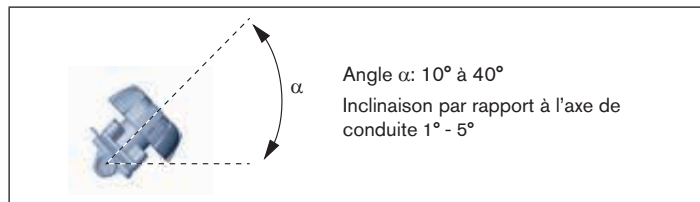
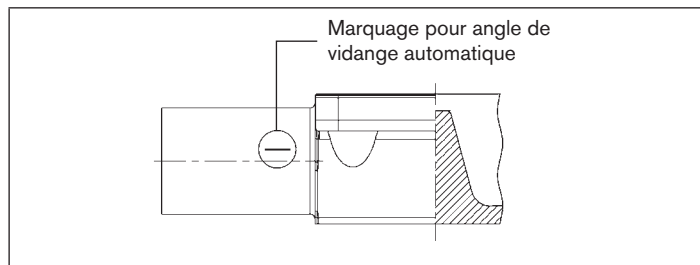

Fig. 6 : Montage permettre au corps de se vider automatiquement
Fig. 7 : Marquage pour position de montage correcte
- Montez le corps avec un angle d'inclinaison $\alpha = 10^\circ$ à 40° par rapport à l'horizontale (voir « Fig. 6 »). Les corps forgés et coulés présentent pour cela un marquage qui doit être dirigé vers le haut (position 12 heures, voir « Fig. 7 »).